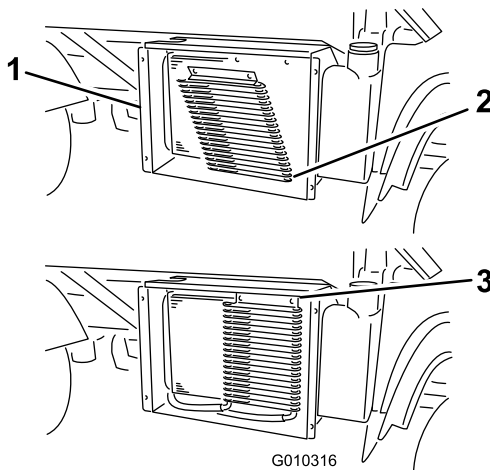

**Figura 52**
5. Deblocai i scoatei ecranul radiatorului din partea din faă a radiatorului (**Figura 52**).